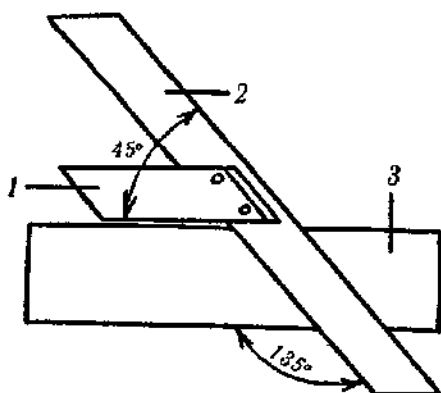

Рис. 15. Ярунок: 1 — колодка (основание); 2 — линейка; 3 — размечаемая деталь.
**Ярунок** (рис. 15) — инструмент, используемый для измерения и разметки углов  $45^\circ$  и  $135^\circ$ , представляет собой деревянный или металлический угольник, состоящий из колодки (основания) и линейки, жестко соединенных между собой под углом  $45^\circ$  ( $135^\circ$ ).